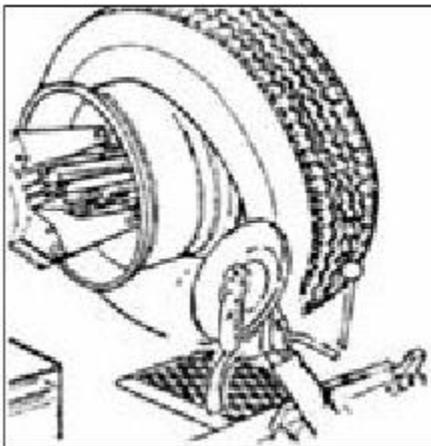

Рис. 13
8) Поместите опорный рычаг внутрь крышки и добейтесь плотного прилегания отжимного диска к ободу колеса. Вращайте колесо против часовой стрелки, чтобы полностью отделить внутренний обод от колеса и демонтировать колесо. (см Рис. 13)